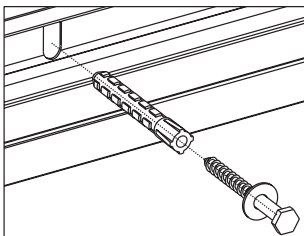

Рис. 9.3.
- Крепление нащельника к проему следует производить в перфорационные отверстия в соответствии с рис. 9.3.